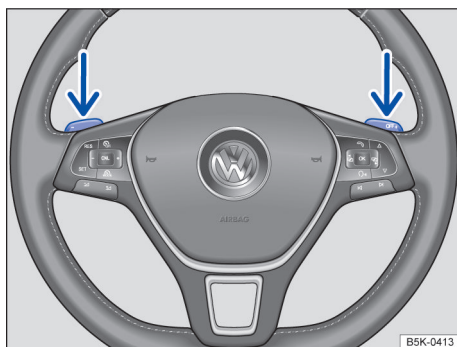

Fig. 106 Volante com seletores basculantes do Tiptronic.
- Puxar o seletor basculante direito na direção do volante para aumentar a marcha → Fig. 106.